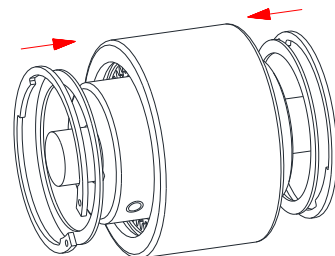

Bild 11
- Setzen Sie die Sicherungsringe in die Nuten der Kupplungshülsen, um die Hülse gegen axiales Verschieben zu sichern (siehe Bild 11).